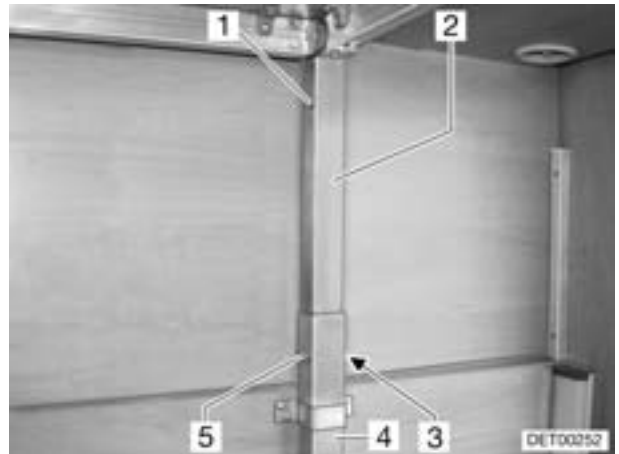

Bild 80 Heckbett, mechanisch absenkbar
- Die Muttern (Bild 80,5) an den vier Aufnahmen (Bild 80,4) abschrauben.
- Das Bett leicht anheben und die Schrauben (Bild 80,3) an allen vier Aufnahmen herausziehen.
- Das Bett ohne zu verkanten anheben oder absenken, bis die Bohrungen (Bild 80,1) in der Stütze (Bild 80,2) und der Aufnahme (Bild 80,4) übereinstimmen.